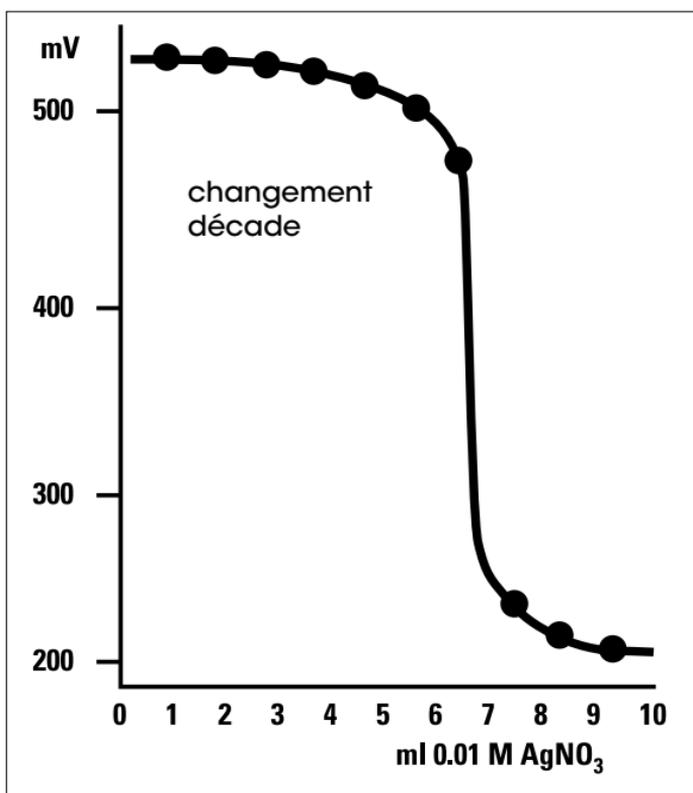

Figure 3 – Titration type de 25 mL de 0,001 mol/L d'échantillon de chlorure (avant dilution) avec 0,01 mol/L AgNO₃
2. Réalisez un titrage au point d'équivalence en utilisant un modèle de méthode de titrage au point d'équivalence standard disponible sur les titreurs Tx Excellence et G20 Compact. Le point d'équivalence du titrage correspond au point de la plus grande pente (point d'inflexion). Voir **Figure 3**.